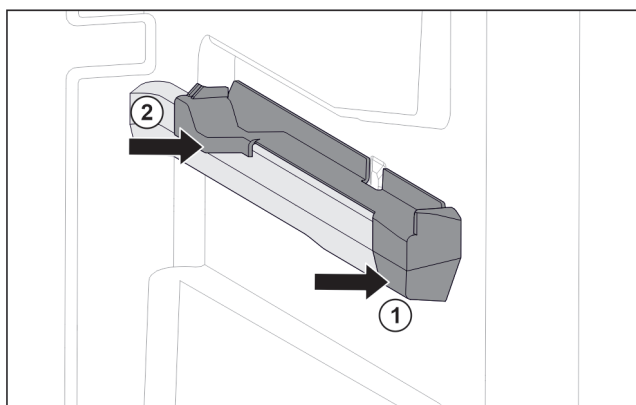

Fig. 221 Вставная часть на правом контейнерном ребре
- ▶ Наденьте вставную часть спереди на контейнерное ребро. Fig. 221 (1)
- ▶ Нажмите на вставную часть сзади. Fig. 221 (2)